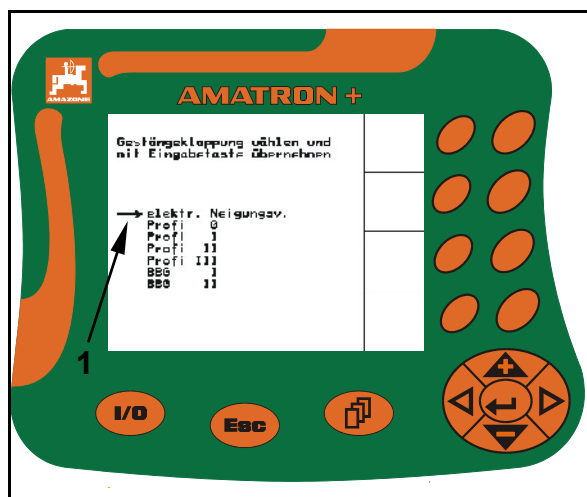

Bild 38
1. Placera urvalspilen (Bild 38/1) med hjälp av knapparna  resp.  vid önskad utrustning.